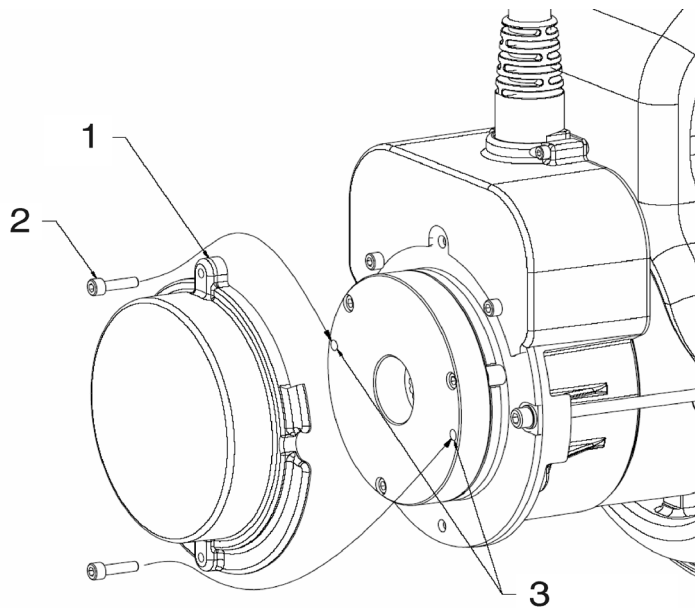

Рис. 3-11. Ручное выключение
3. Отверните два **болта (2) крышки** и снимите **крышку (1) тормоза**.
4. Вставьте **болты (2) крышки** в два **разъединительных отверстия (3)** в корпусе тормоза, см. поз. 3 на Рис. 3-11., Ручное выключение.
5. Затяните **болты (2) крышки**, и тормоз данного приводного двигателя выключится.
7. Закончив буксировку, заклиньте колеса и выверните **болты (2) крышки** из **разъединительных отверстий (3)**.
8. Установите на место **крышку (1) тормоза**.